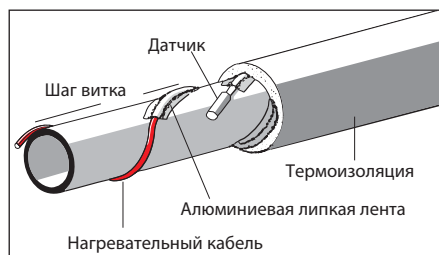
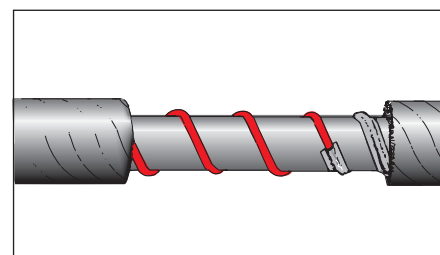

Рис. 4
Рис. 5
3. Кабель оборачивается спиралью вокруг трубы – рис. 4 и рис. 5.